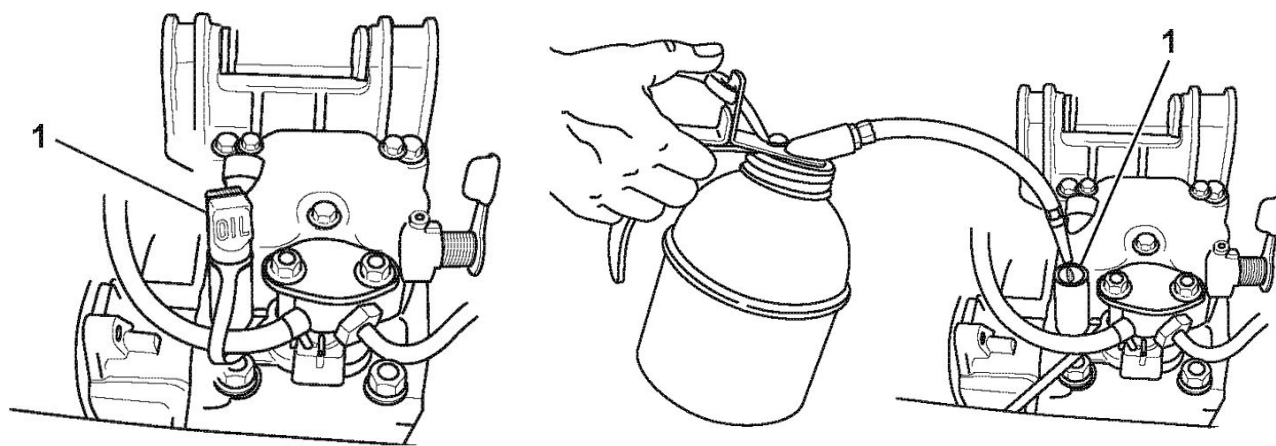

Abb. 7-1: Öl nachfüllen
- ➔ Entfernen Sie den Ölstopfen und füllen Sie 2 ml Motoröl in die Öffnung. (Abb. 7-1)
- ➔ Setzen Sie den Ölstopfen wieder ein (1, Abb. 7-1).